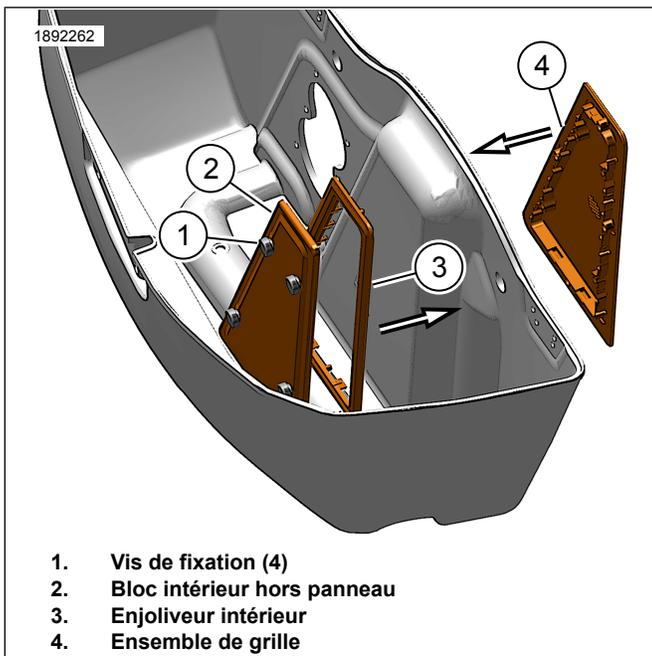

Figure 4. Installez le cadre et le panneau
4. Voir la Figure 4. Retirez le ruban-cache et vérifiez que la surface intérieure et extérieure de la sacoche autour de l'ouverture est propre et sèche.
- a. Retirez le support en ruban de mousse de l'ensemble de la grille (4) et installez-le dans le trou découpé.
- b. Insérez le cadre intérieur (3) dans le trou découpé de la sacoche et enclenchez la grille du caisson de basses (4) sur les languettes du cadre intérieur.
- d. **Lorsque le caisson de basses n'est pas installé,** installez le bloc intérieur du panneau (2) dans le cadre intérieur (3) et fixez-le avec des vis de fixation (1).